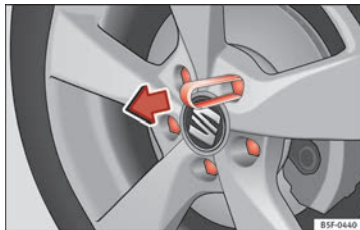

Abb. 66 Abzieher für die Abdeckkappen der Radschrauben.
- Schieben Sie die Kunststoffklammer (Bordwerkzeug) so weit auf die Abdeckkappe, bis sie einrastet » Abb. 66.